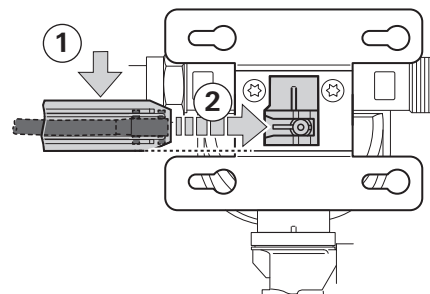
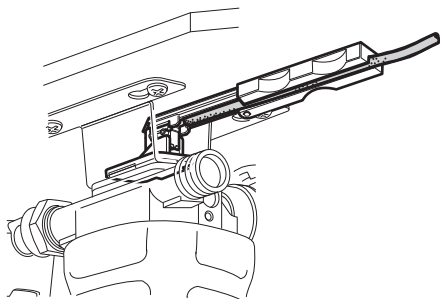

Fig. 7
Fig. 8
- ▶ Étant donné que l'attache pour l'émetteur est disposée de manière excentrique entre les équerres métalliques (Fig. 7), apposer l'aide de montage avec l'émetteur et le câble de manière parallèle sur le côté intérieur de l'équerre métallique inférieure (Fig. 7 - étape 1).
- ▶ Glisser l'aide de montage avec l'émetteur et le câble dans le sens de l'attache (Fig. 7 - étape 2) jusqu'à ce que l'émetteur s'enclenche de manière perceptible dans l'attache (Fig. 8).